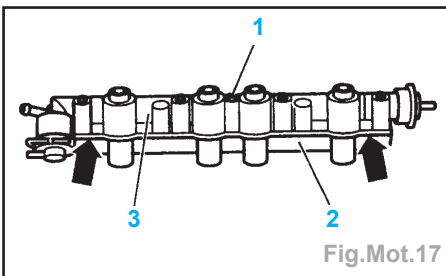

Fig.Mot.17
- Dévisser la vis (1) et désolidariser du répartiteur de carburant (3) le corps supérieur de répartiteur de carburant (2) en faisant levier (flèches) (Fig.Mot.17).